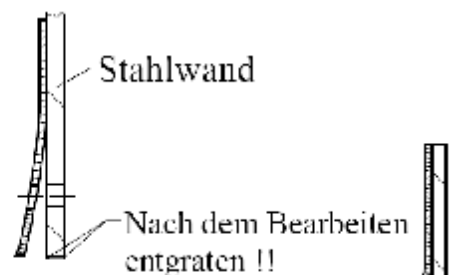
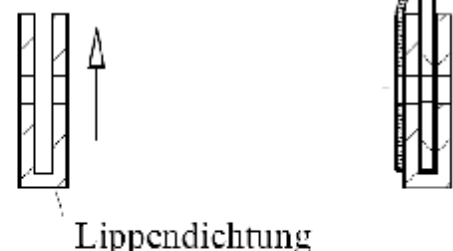

Abbildung 1
Abbildung 2
benötigt, um in den Pool zu steigen. Bringen Sie außerdem vor der Beckenwandmontage den Packsack mit der Auskleidung in den Innenraum des Schwimmbeckens. Stellen Sie die Beckenwand an die Stelle, an der später der Skimmer montiert wird. Wir empfehlen Sicherheitshandschuhe zu tragen. Hier beginnen Sie mit dem Abwickeln. Achten Sie bitte darauf, dass sich der Skimmerausschnitt im oberen Bereich der Stahlwand befindet. Die weiß beschichtete Seite der Beckenwand ist außen. An einem Ende der Beckenwand ist ein Steckprofil (Nr. 4 der illustrierten Prüfliste) aufgesteckt. Ziehen Sie dieses Steckprofil ab. Jetzt können Sie den aufgerollten Stahlmantel an der Innenseite des vorgegebenen Umrisses langsam abwickeln (Verletzungsgefahr! Beim Aufschneiden der Spannbänder Vorspannung beachten) und gleichzeitig in den Schlitz des Bodenprofils stecken. Stellen Sie den Stahlmantel mit mehreren Personen auf, damit keine Knicke in dem Mantel entstehen und achten Sie darauf, dass dabei kein starker Wind weht, da dies das Aufstellen des Stahlmantels erschwert bzw. ihn verformen kann. Stellen Sie die beiden Mantelenden dicht voreinander, nehmen Sie das Steckprofil und stecken es über die gefalzten Enden des Stahlmantels entsprechend Abb. 1. Die angeschrägte Seite des Steckprofils muss sich oben befinden. Achten Sie bitte darauf, dass der Falz in richtiger Position (vgl. Abb. 2) im Steckprofil sitzt. Das Steckprofil muss sich leichtgängig über den Falz schieben lassen.
- 2) Lippendichtung auf die Stahlwand hinaufschieben. (siehe oberhalb Abbildung 1)
- 3) Beckenfolie über die Lippendichtung legen, auf keinen Fall darf die Beckenfolie zwischen der Stahlwand und der Lippendichtung verbleiben. (siehe oberhalb Abbildung 2)